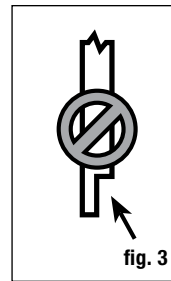

fig. 3
**Paso 2** Instale los postes de barandal antes de instalar las tablas de la terraza. Postes para barandal de 4x4 de cedro o pino tratado a presión, o una montura para postes, ofrece la fuerza estructural para el barandal. La longitud de cada poste se determina por el total del ancho de la viga (generalmente 7-1/4") + el grosor de la terraza (1") + la altura del barandal (36") + el espacio para el tope del poste (1-1/4") = 45-1/2". Importante: No haga muescas en los postes de barandal de 4x4. Las muescas reducirán la fuerza del poste y podrían causar el colapso o falla del barandal (fig. 3).
**Paso 3** Posicione, alinee verticalmente con un nivel, y sujete con abrazaderas el poste de barandal a la cara interior de la viga. Vuelva a alinear verticalmente. El poste de barandal de 4x4 debe sujetarse con pernos al interior de la viga usando dos pernos de carrocería galvanizados de 1/2" x 6". Los postes en esquinas requieren un tercer perno de carrocería insertado a través de la viga adyacente (fig. 3).
**Importante: No haga muescas en los postes de barandal de 4x4.** Las muescas reducirán la fuerza del poste y podrían causar el colapso o falla del barandal (fig. 3).